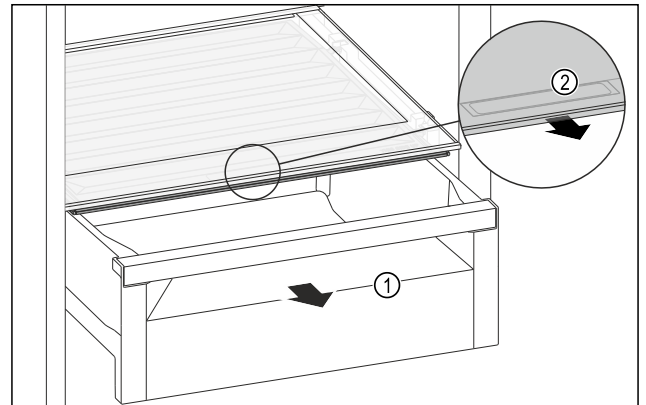

Fig. 110
- Estrarre il cassetto Fig. 110 (1).
- Afferrare la maniglia incassata Fig. 110 (2) sul coperchio dello scomparto e tirare allo stesso tempo in avanti il coperchio dello scomparto.